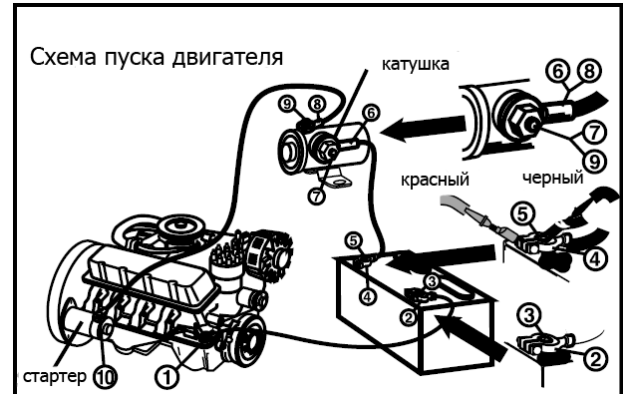

Рис. 14
3. Сверьтесь с типичной электрической схемой пуска двигателя (см. рис. 14)